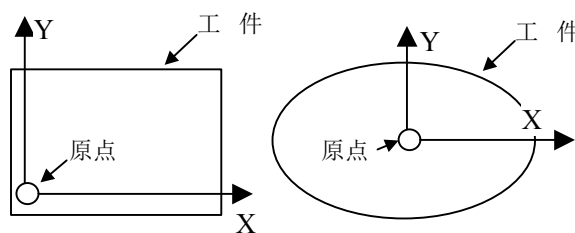

图 4-5 工件原点
(1) 实际加工的对象是工件，工件在设计和加工过程中都存在定位问题，软件是通过工件坐标系的原点来定位的。
(2) 工件坐标系就是以工件的装卡方向为坐标轴，以工件上的一点为原点建立的坐标系，如图 4-5 所示。